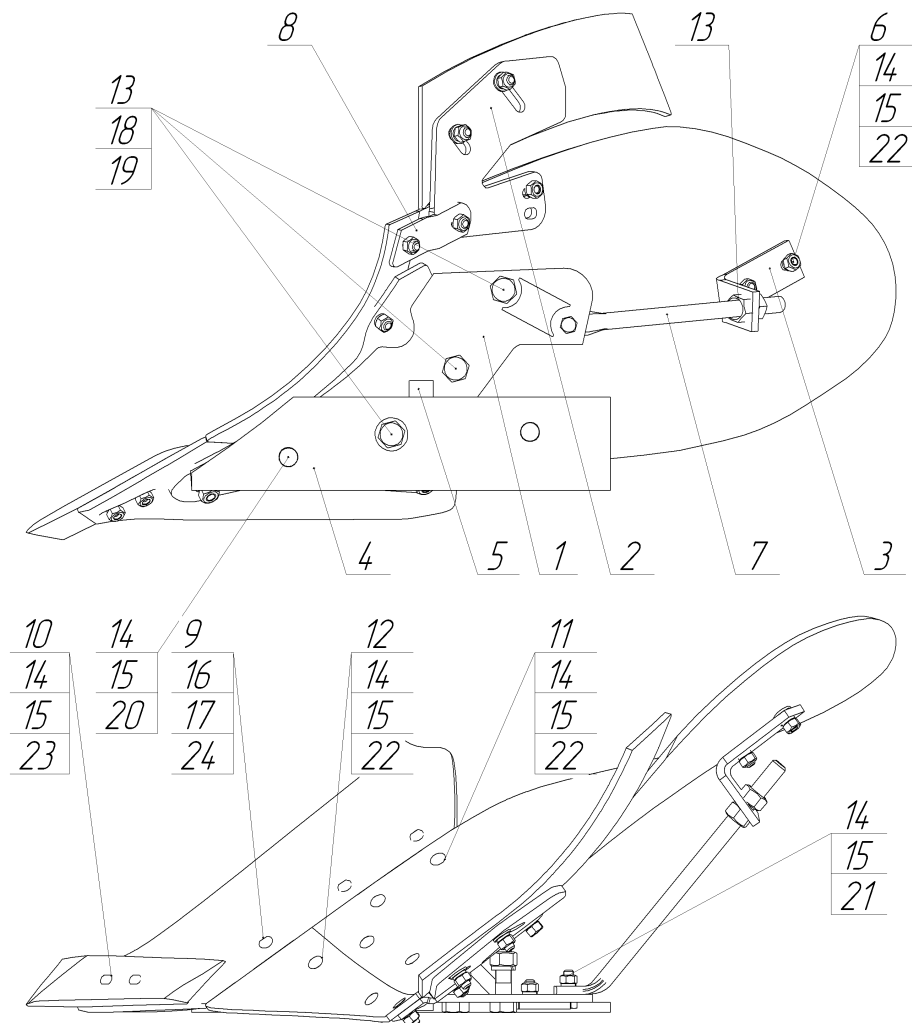

Рис. 2 Корпус правооборачивающий КСО-35 00.00.000
2.3 Плуг имеет три правооборачивающих и три левооборачивающих корпуса. Корпус (рисунок 2) состоит из стойки 1, на которой крепятся башмак 2 с лемехом 3, долотом 6, отвалом 4 и боковиной (полевой доской) 5. Между боковиной башмака и отвалом установлена распорка 7.